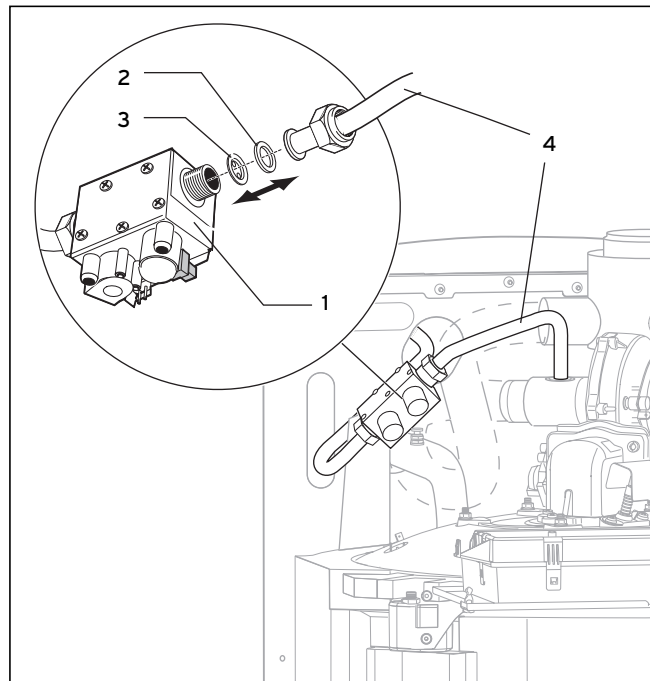

Рис. 8.5 Замена газовой арматуры
- **Выньте заглушку (рис. 8.5 (3), не для VKK 656)**